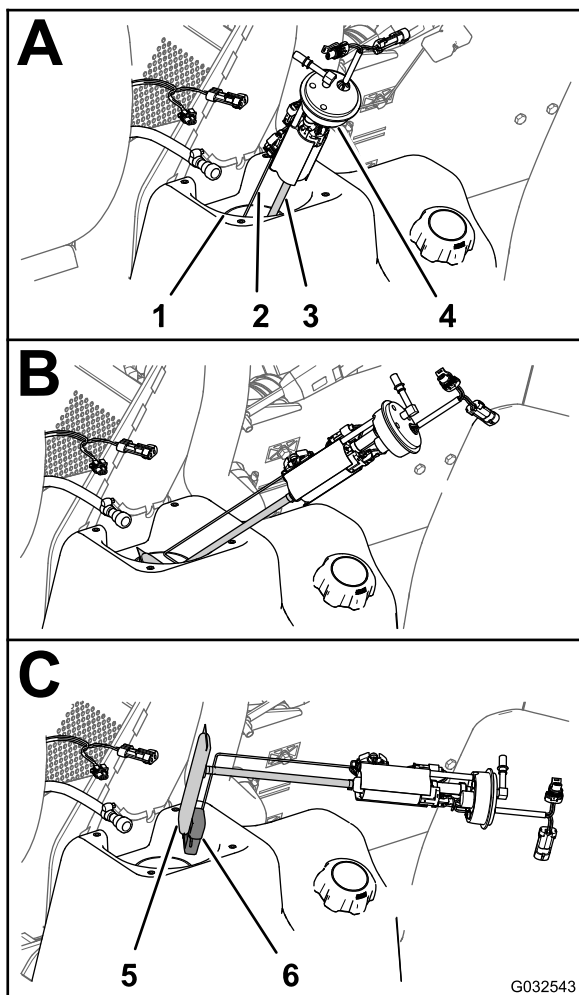
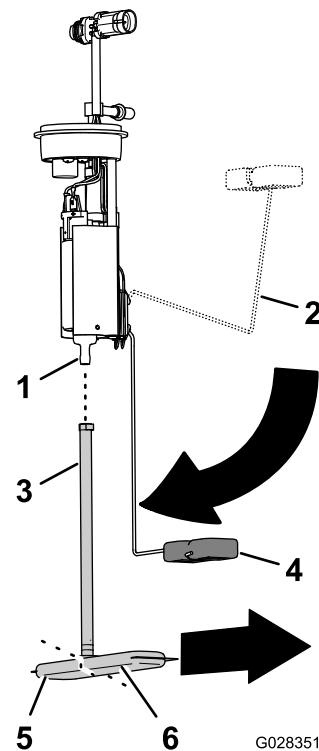

Figure 121
Figure 122
4. Soulevez et tournez avec précaution la pompe à carburant/transmetteur pour l'extraire du goulot du réservoir de carburant (Figure 121).
1. Détachez le tube d'aspiration du filtre à carburant du raccord de la pompe à carburant (Figure 122).
2. Alignez le tube d'aspiration du filtre à carburant de rechange et le raccord de la pompe à carburant (Figure 122).
3. Alignez la longue patte du filtre à carburant sur le flotteur quand le bras du flotteur est à la position réservoir vide (Figure 122).
4. Insérez le raccord de la pompe à carburant dans le tube d'aspiration jusqu'à ce que le raccord soit parfaitement engagé (Figure 122).
1. Soutenez le bras du flotteur et le tube d'aspiration ensemble, et glissez le flotteur et le filtre à carburant dans l'ouverture du réservoir de carburant (Figure 121).
2. Insérez la pompe à carburant/transmetteur dans le goulot du réservoir (Figure 121 et Figure 122).
3. Placez le joint et l'écrou par dessus la pompe à carburant/transmetteur et sur le goulot du réservoir de carburant, puis serrez l'écrou à la main (Figure 121).
4. Branchez le raccord du flexible de carburant sur le raccord de la pompe à carburant (Figure 121).
5. Rebranchez le connecteur à 2 douilles du faisceau de la machine sur le connecteur à 2 broches de la pompe à carburant/transmetteur ; rebranchez le connecteur à 2 broches du faisceau de la machine sur le connecteur à 2 douilles de la pompe à carburant/transmetteur (Figure 121).